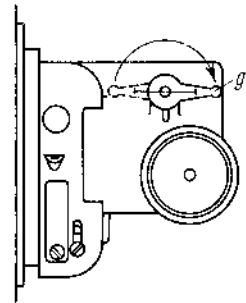

Bild 32
2. Hebel g (Bild 32) zum Öffnen des Filmkanals in Projektionsrichtung umlegen.